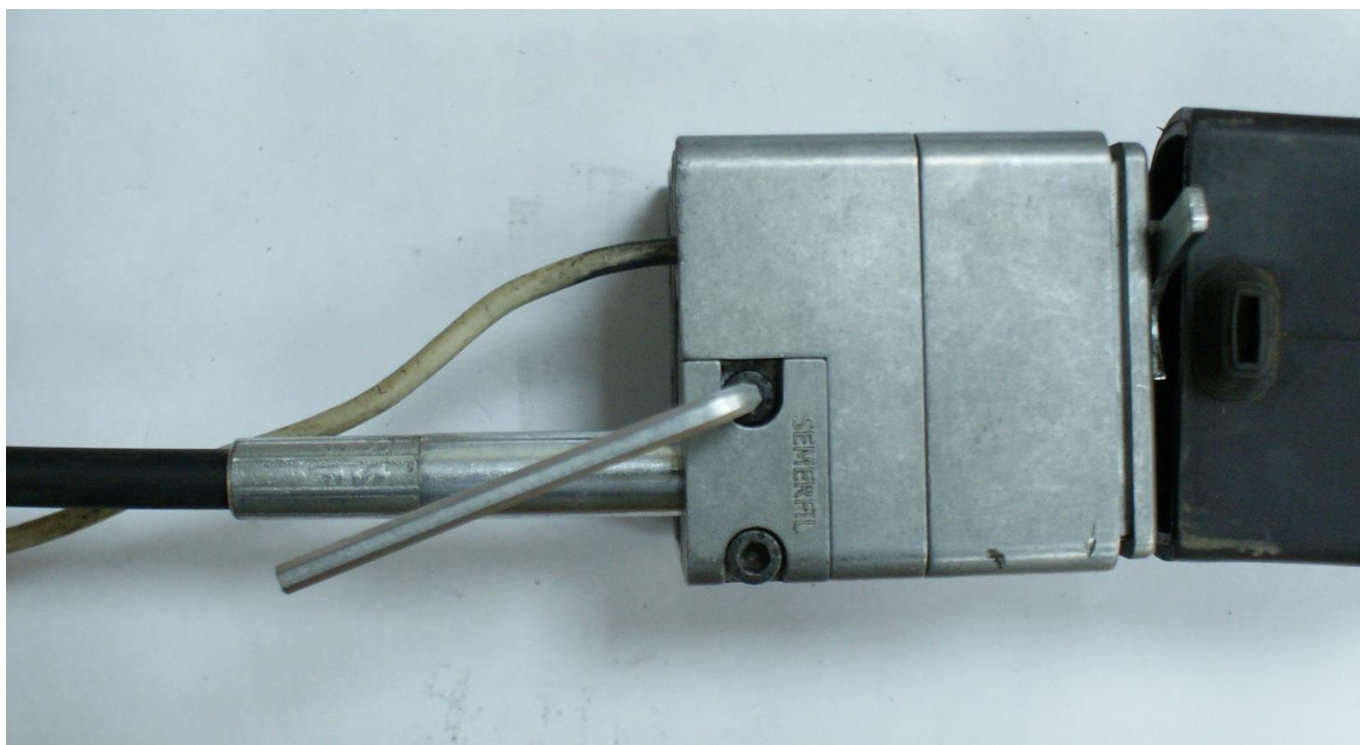

Рисунок 2.21
- установить фиксирующую планку на место, закрутить винты (рис. 2.21).